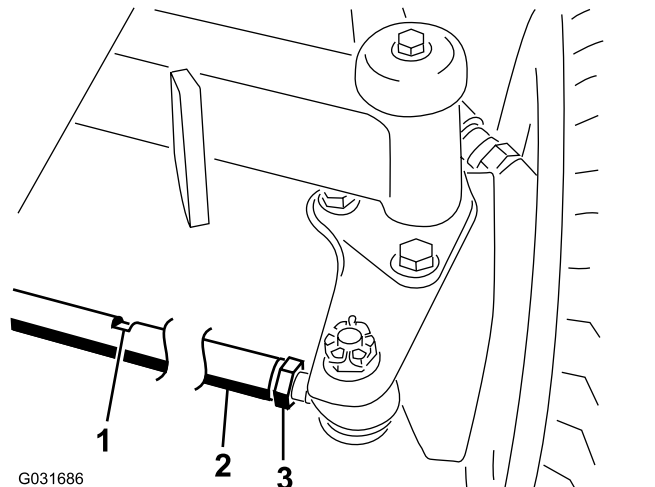

図 80
2. 各タイロッド 図 80 の端についているジャムナットをゆるめる。